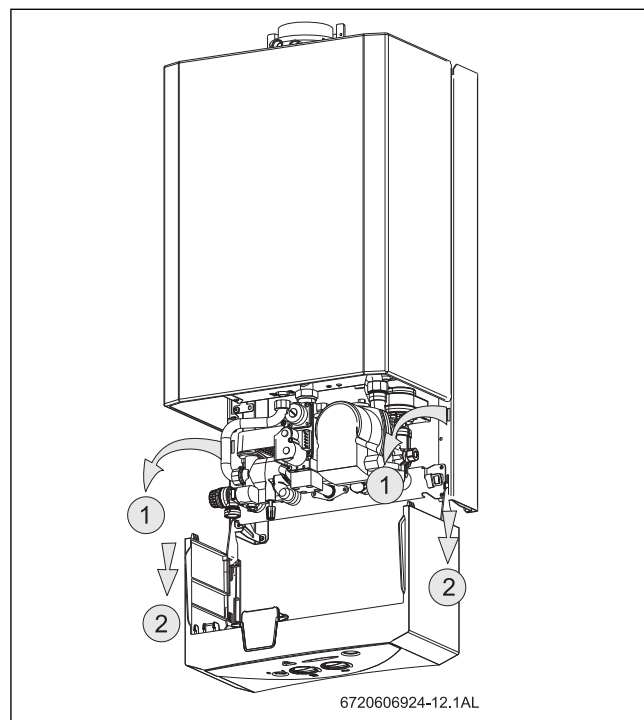

Fig. 8 Posição de serviço para acessibilidade à hidráulica e à eléctrica
- ▶ Para retirar completamente o painel de comandos, estando ele posicionado como indicado na Fig. 8 , levante e puxe-o na sua direcção.